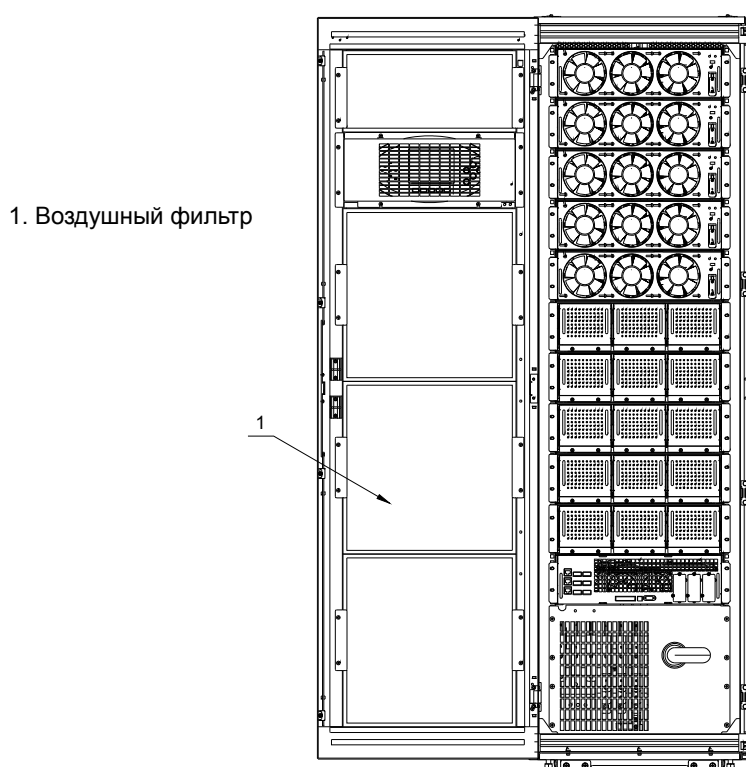

Рис. 8-2. Замена воздушных фильтров
1. Откройте переднюю дверцу ИБП и найдите фильтры на обратной стороне передней дверцы (см. Рис. 8-2).